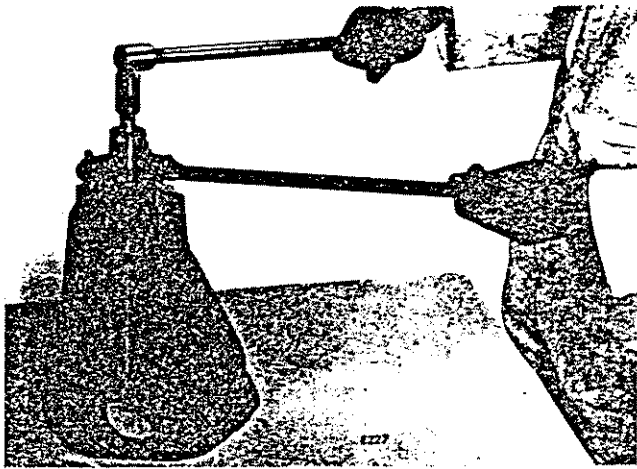
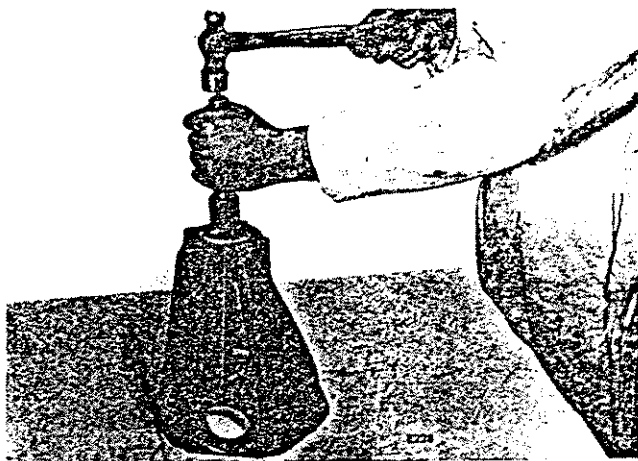

Abb. 74 Ausbau der Mutter an der Kegelradwelle
Abb. 75 Heraustreiben des Kegelrades
Den Splint herausziehen, und den Schlüssel (Abb. 74) über den Gegenflansch (18) ansetzen und die Kronenmutter (23) sowie die Unterlegscheibe (16) entfernen. Das Kegelrad (Abb. 75) vorsichtig heraustreiben, damit die Außenfläche des Gewindestückes nicht beschädigt wird.